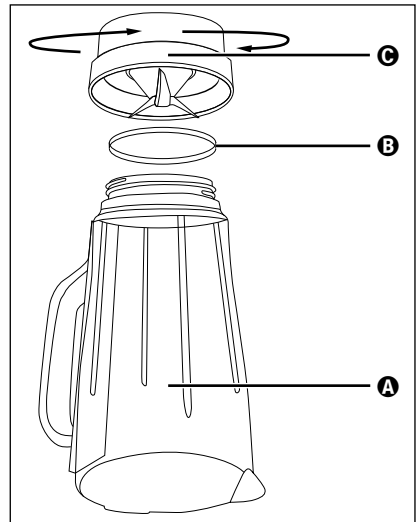

Fig. 4
- 2) Așezați aparatul cu capul în jos și rotiți componenta de plastic ④ a recipientului de amestecare ③ în sens antiorar, astfel încât să se poată desprinde de componenta de sticlă ① a recipientului de amestecare ③ (a se vedea fig. 4).
- 4) La nevoie, puteți scoate inelul de etanșare ⑤, cu atenție, din componenta de plastic ④. Curățați-l în apă cu detergent și clătiți-l la final cu apă curată.
- 6) Dacă este necesar, introduceți din nou inelul de etanșare ⑤ în mod corect în componenta de plastic ④. Apoi așezați din nou componenta de plastic ④ a recipientului de amestecare ③ pe componenta de plastic ① a recipientului de amestecare ③ și rotiți bine componenta de plastic ④ în sens orar.